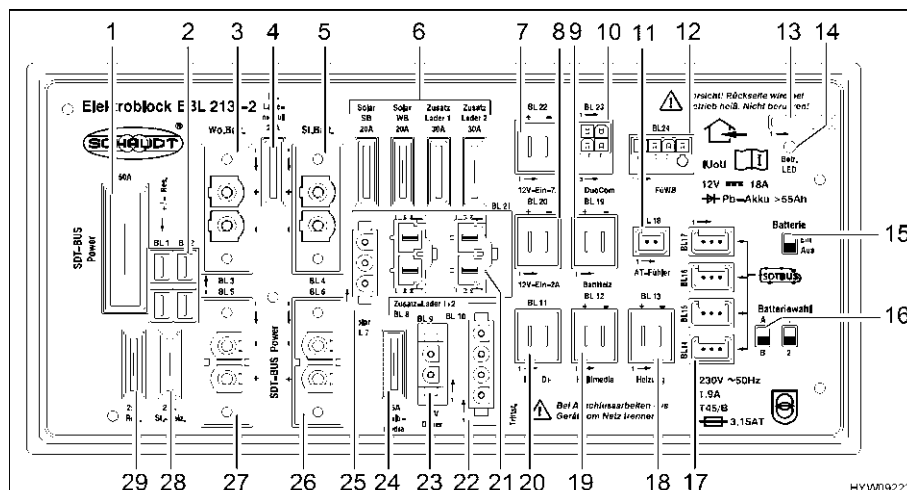

Fig. 112 Centralina elettrica (EBL 213)
- Portare l'interruttore staccabatteria (Fig. 112,15) sulla centralina elettrica EBL 213 in posizione "Aus" (spento).
- Portare l'interruttore staccabatteria (Fig. 112,15) sulla centralina elettrica EBL 213 in posizione "Ein" (acceso).
Entrambi i selettori batteria (Fig. 112,16) sono impostati in base al tipo di batteria in uso: